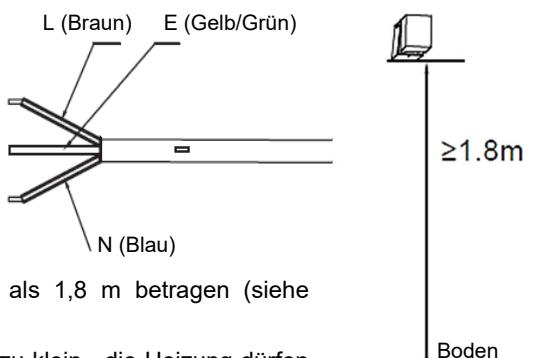

Abb. 3
3. Installieren Sie die Steckdose in der Wand. Die Anforderungen an die Steckdose sind wie folgt: 250 V/10 A, einphasig, drei Elektroden. Es empfiehlt sich, die Steckdose rechts über der Heizung zu platzieren . Die Höhe der Steckdose zum Boden darf nicht weniger als 1,8 m betragen (siehe Abb.3).